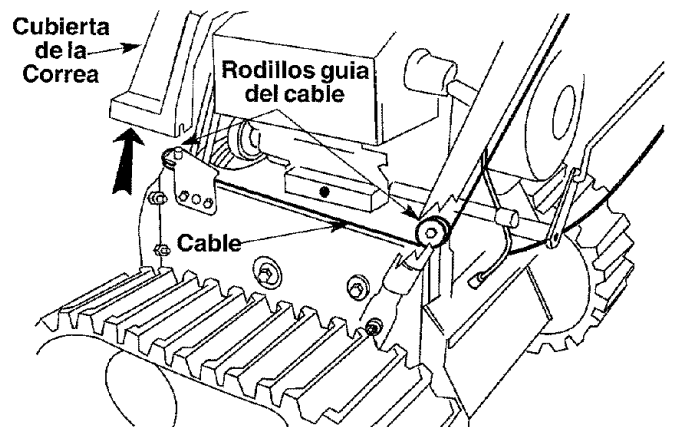

FIGURA 10
- Enrosque el cable dentro de la porción roscada del extremo en Z y hasta que no haya exceso en el cable, pero que el cable NO esté tirante. Vea la figura 10.